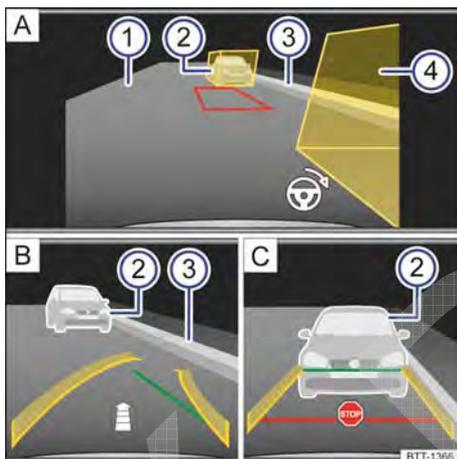

Fig. 151 Exibição do display do sistema Infotainment: câmera de marcha a ré, modo 2.
Legenda para Fig. 151:
6. Posicionar o veículo a uma distância de aproximadamente um metro paralelamente à fila de estacionamento, de modo que as caixas de auxílio exibidas reconheçam todos os obstáculos → Fig. 151 . Não pode haver obstáculos na área entre as caixas de auxílio. Recomendação: se houver, alinhamento na
9. Girar o volante até que o trapézio vermelho se movimente entre as caixas de auxílio e até a moldura ficar verde. O posicionamento do trapézio verde pode ser feito por meio da marcação do espaço para estacionamento. Manter o volante nesta posição. O símbolo de volante na margem inferior direita da imagem → Fig. 151 [A] indica ao condutor o movimento do volante necessário durante todo o processo de estacionamento.
10. Conduzir para trás vagarosamente sem girar o volante até que seja exibido o símbolo para parar. **OU:** até que a guia lateral verde curva coincida com o limite lateral da vaga de estacionamento, por exemplo, meio-fio (3). Uma seta → Fig. 151 [B] indica, dependendo da quantidade de segmentos representados, o trecho aproximado para trás que ainda deve ser conduzido.
14. Conduzir mais para trás vagarosamente até que seja exibido o símbolo para parar → Fig. 151 [C]. **OU:** parar o veículo o mais tar-